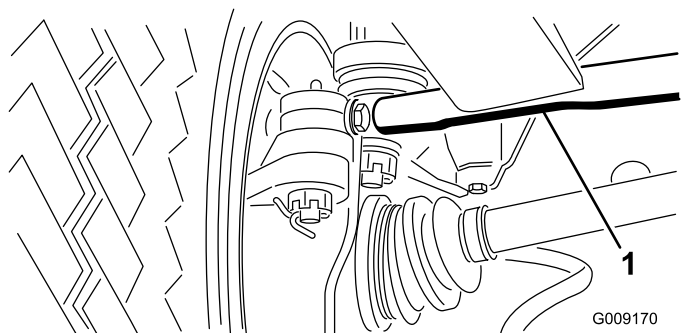

Figura 57
- Sul pneumatico anteriore destro, allentate i controdadi da entrambe le estremità del tirante (Figura 57).